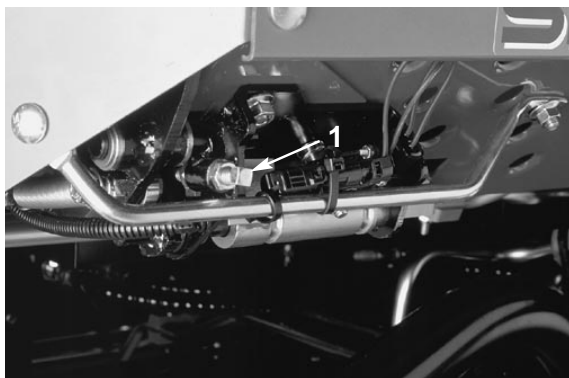

Fig. 8
**Merk:** I fabrikk stilles klippehastigheten inn på ca. 9,6 km/t. Den kan økes eller senkes ved at skruen for hastighetsstopp justeres (Fig. 8).